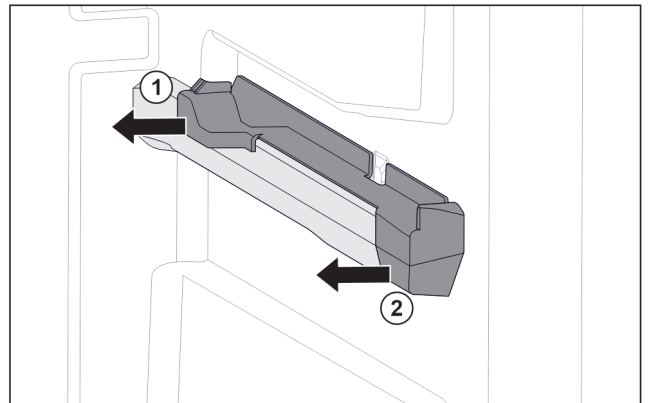

Fig. 84 Pieza de acoplamiento en la nervadura para recipientes derecha
- ▶ Retire la pieza de acoplamiento por detrás lateralmente. Fig. 84 (1)
- ▶ Retire la pieza de acoplamiento por delante lateralmente. Fig. 84 (2)